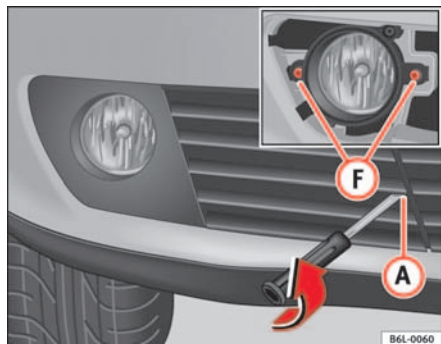

Fig. 150 Faros antiniebla
- Desmonte los dos tornillos de sujeción (F) ⇒ fig. 150 y una vez liberado desenchufe el conector.
- Desmonte la rejilla, extrayendo el tornillo (A) ⇒ fig. 150, tire cuidadosamente de la rejilla por el lado del tornillo y libere la tapa.